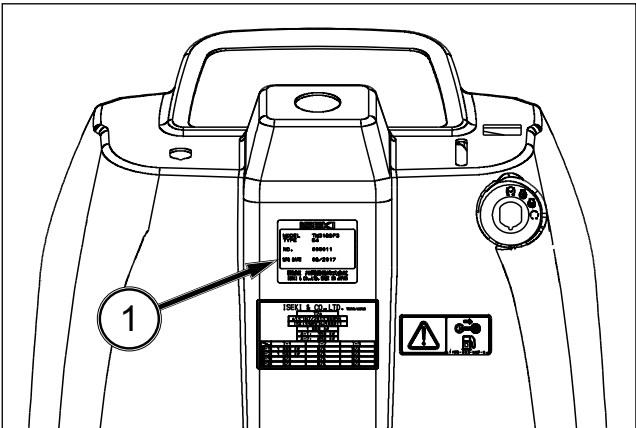

FIG. 29
FIG. 29 et 30 : Plaque d'identification du tracteur (1) située sur le tableau de bord. La plaque d'identification indique le type de tracteur, le modèle, l'année et le mois de fabrication ainsi que le numéro de série.